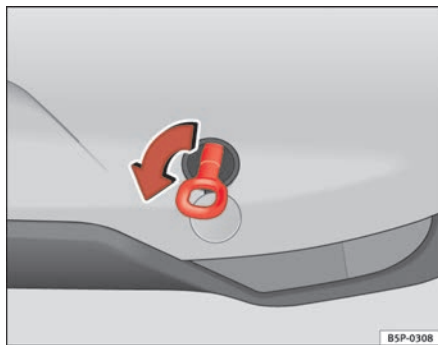

Fig. 208 Atornillado de la argolla de remolque en la parte trasera del vehículo
- Atornille la argolla hasta el tope hacia la *izquierda*, en el sentido que indica la flecha ⇒ fig. 208 .